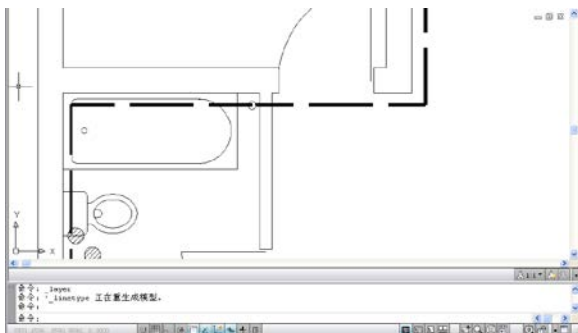

图 18.15
(2) 将多段线分解, 单击【常用】/【绘图】面板/【圆】工具 , 根据设计端点绘制多个直径为 75 的小圆, 如图 18.15 所示。